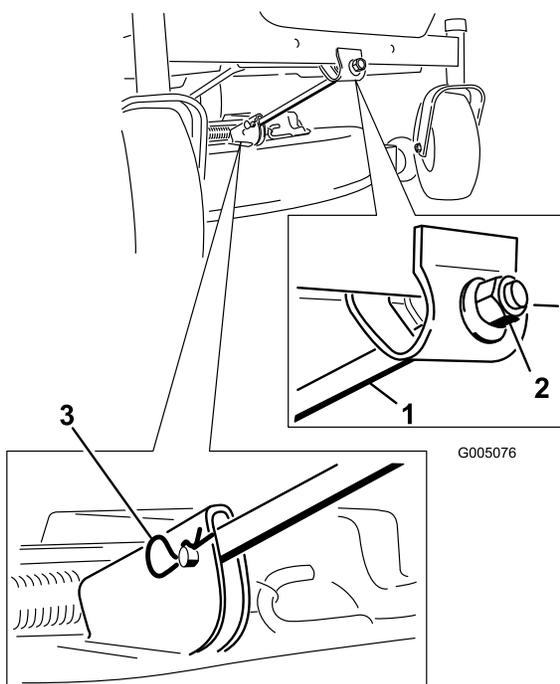

Figure 55
4. Enlevez la goupille fendue et l'axe de chape de la tige de support avant (Figure 55). Abaissez doucement l'avant du plateau de coupe au sol.
6. Fixez la tige de support avant au plateau de coupe à l'aide de l'axe de chape et de la goupille fendue (Figure 55).